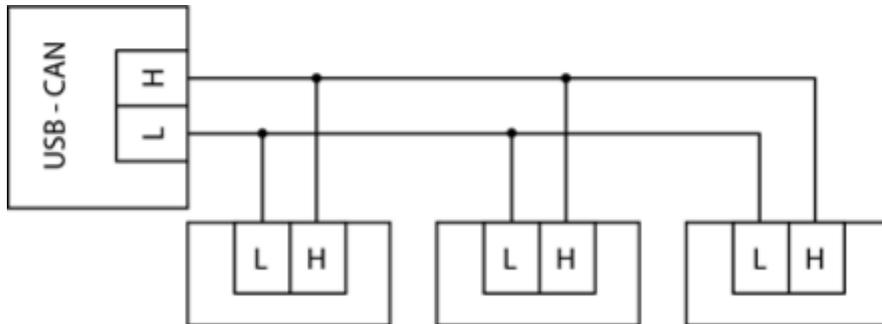
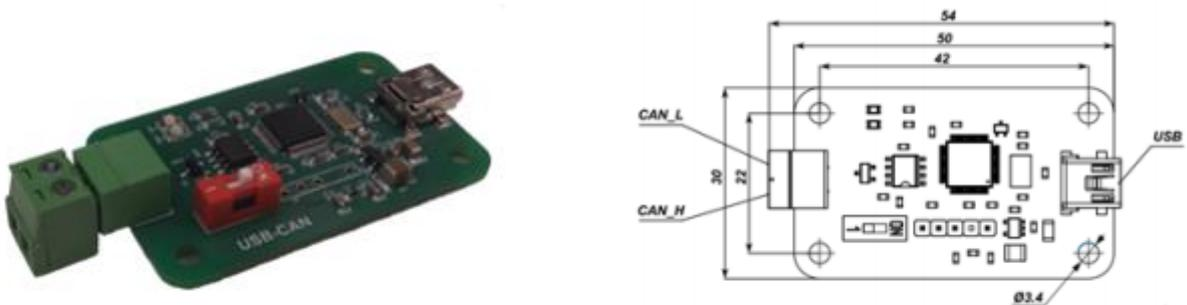

图 7: CAN 接口连接方案
图 8: USB-CAN 集线器
2. 使用 CAN 集线器 (图 8) 将最多 200 个驱动器连接到 CAN 网络 (图 7)。